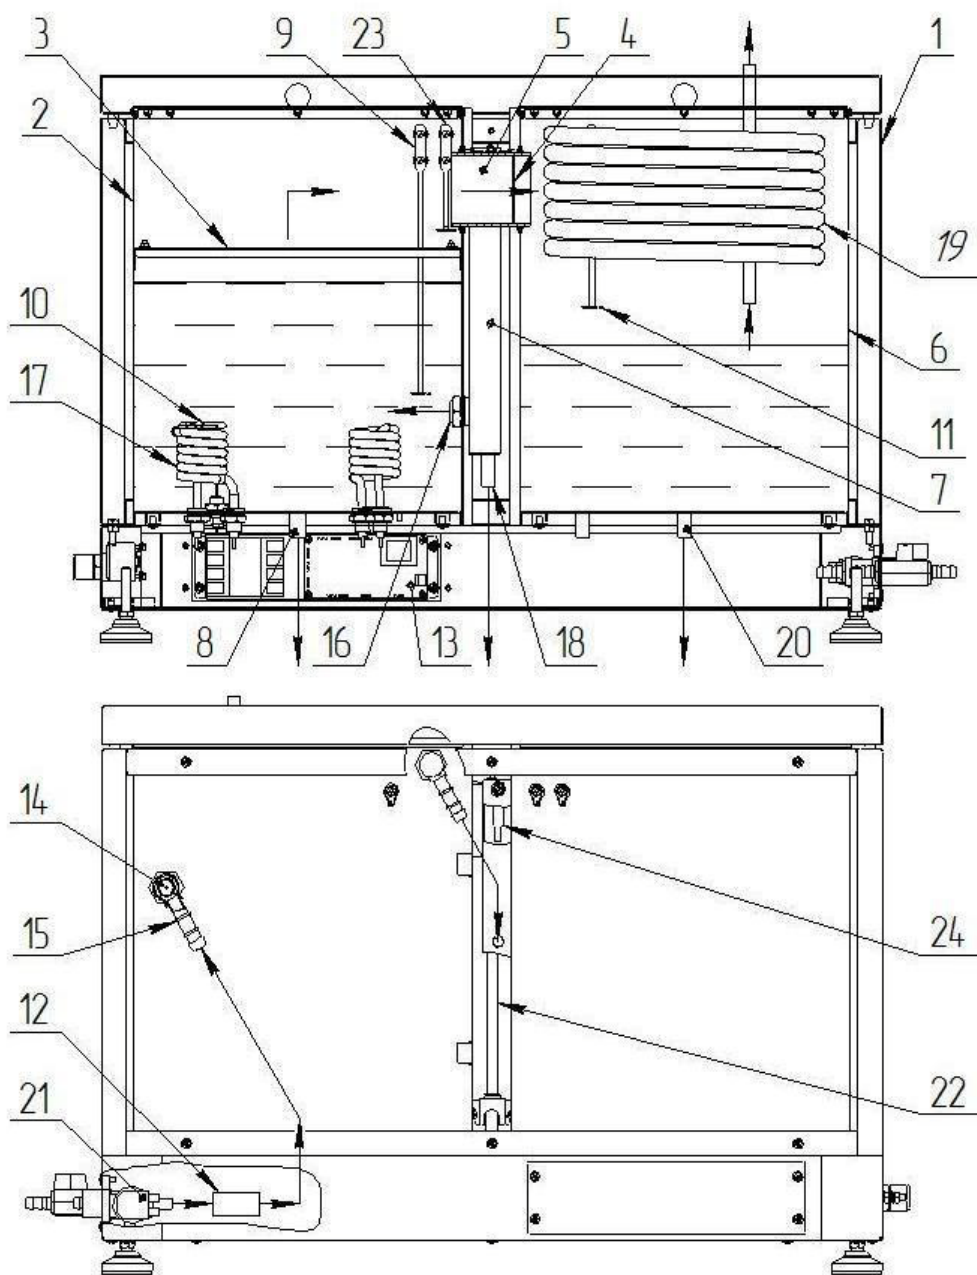
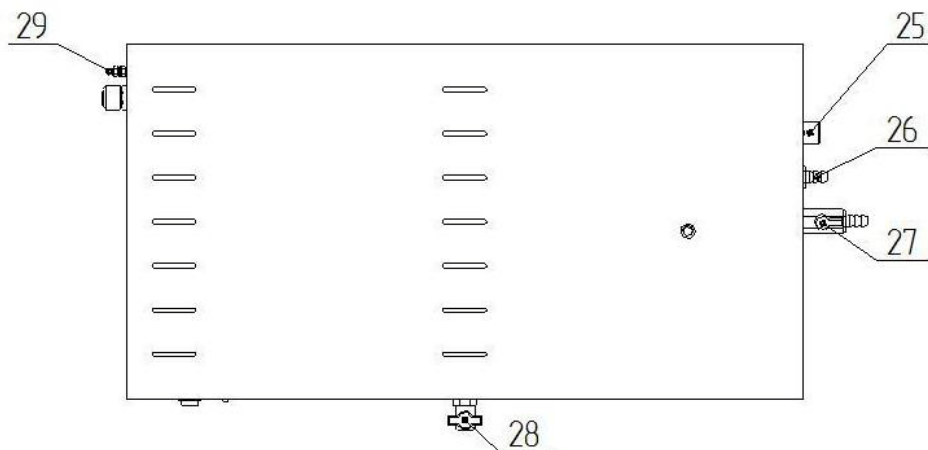

Рисунок 1. Устройство аквадистилляторов электрических Liston A 1104, Liston A 1110, Liston A 1125, где:
Рисунок 2. Схема подключения к штуцерам и клемме заземления аквадистилляторов электрических Liston A 1104, Liston A 1110, Liston A 1125, где:
4.2.1.1. При включении аквадистиллятора с помощью переключателя «СЕТЬ» (переключатель подсвечивается при включении), происходит срабатывание клапана 21 подачи исходной воды (Рисунок 1). Как только уровень воды в испарителе достигнет нижнего датчика 9, автоматика включает нагревательные элементы 17.
4.2.1.6. Дистиллированную воду можно получать в непрерывном режиме, не используя Сборник 6, отбирая дистиллят через Сливной кран 28 (Рисунок 2) на передней панели в другие емкости.
4.2.2.3. При достижении уровня воды в Испарителе 2 (Рисунок 1) Нижнего датчика 9 (контакт LOW на Рисунке 3, Рисунке 4), срабатывает магнитный пускатель КМ 1.1 и подключает напряжение к электронагревателям EK.
4.2.2.6. При наполнении сборника дистиллята до Датчика уровня 11 (Рисунок 1) (контакт HIGH на Рисунке 3, Рисунке 4), автоматика отключит нагрев воды и перекроет Входной клапан подачи воды Y1. Зелёный индикатор РЕЖИМ (HL 1) погаснет. При сливе дистиллята из накопителя автоматика откроет входной клапан Y1 и включит нагрев воды, при этом загорится индикатор РЕЖИМ (светодиод HL 1).
4.2.2.7. При переливе воды в Испарителе 2 (Рисунок 1) или Уравнителе 7, уровень воды достигнет верхнего датчика контроля уровня в Испарителе 23 или датчика контроля уровня в Уравнителе 24 (контакт ALARM на Рисунке 3, Рисунке 4), автоматика отключит нагреватель и входной клапан, при этом загорится красный индикатор АВАРИЯ (HL2). Для продолжения работы необходимо выключить сетевой выключатель S1 (Сеть), устранить причину перелива и включить S1 (Сеть).
6.6. Рекомендуется установка в систему водопровода самоочищающегося фильтра с манометром (с толщиной фильтрования 100 мкм) для исключения засорения Диафрагмы 14 (Рисунок 1) и Клапана 25 (Рисунок 2).
6.12. Присоединить штуцер ДУ8 (для аквадистиллятора Liston A 1104) с наружной резьбой 1/2", либо ДУ12 (для аквадистилляторов Liston A 1110 и Liston A 1125) с наружной резьбой 1/2" через уплотнительную ленту к Крану 28 (рисунок 2). Подсоединить силиконовую трубку к штуцеру и закрепить пластиковой стяжкой.
6.13. Присоединить штуцер ДУ8 (для аквадистиллятора Liston A 1104) с наружной резьбой 1/2", либо ДУ12 (для аквадистилляторов Liston A 1110 и Liston A 1125) с наружной резьбой 1/2" через уплотнительную ленту к Крану 27 (рисунок 2)
Подключить шланги слива, один к Штуцеру 26- сливу охлаждающей воды (Рисунок 2), второй к Крану-штуцеру 27 - сливу отработанной воды из испарителя. Соединения шлангов со штуцерами стянуть хомутами, входящими в комплект поставки.
(ВАЖНО: Шланг слива охлаждающей воды из Штуцера 26 (Рисунок 2) должен располагаться под уклоном и на нем не должно быть изгибов и колен. При необходимости укоротить длину шланга. Перепад высот между штуцером 26 и местом подключения шланга к канализации должен быть не менее 0,3 м. Шланг не должен упираться во внутреннюю стенку канализационной трубы.
В противном случае, уровень воды в Испарителе 2 (Рисунок 1) и Уравнителе 7 начнет повышаться и достигнет верхнего датчика контроля Уровня 23 или Датчика контроля уровня 24, автоматика отключит дистиллятор, при этом загорится красный индикатор АВАРИЯ.)
6.15. Подключить наливной шланг к Штуцеру 25 (Рисунок 2)
6.17. Проверить, что нижний Датчик контроля уровня 9 (Рисунок 1) не касается стенок Испарителя 2 и Рассекателя потока пара 3. В противном случае электронагреватели начнут работать в отсутствие достаточного уровня воды. При этом произойдет аварийное выключение дистиллятора из-за повышения температуры электронагревателей выше 150°C.
6.18. Проверить, что Датчик уровня дистиллята 11 (Рисунок 1) не касается стенок Конденсатора 6 и Теплообменника 19. В противном случае автоматика будет считать, что сборник наполнен дистиллятом, отключит нагрев воды и перекроет входной клапан подачи воды.
6.19. Проверить, что Датчики 23 (Рисунок 1) и 24 не касаются стенок Испарителя 2 и Уравнителя 7. В противном случае, автоматика будет считать, что произошел перелив воды - выключит дистиллятор, при этом загорится красный индикатор АВАРИЯ.
7.3. Закрывать кран слива воды из Испарителя поз. 27 (Рисунок 2).
7.5. Проверить, что нижний Датчик контроля уровня 9 (Рисунок 1) не касается стенок Испарителя 2 и Рассекателя потока пара 3. В противном случае электронагреватели начнут работать в отсутствие достаточного уровня воды. При этом произойдет аварийное выключение дистиллятора из-за повышения температуры электронагревателей выше 150°C.
7.6. Проверить, что Датчик уровня дистиллята 11 (Рисунок 1) не касается стенок Конденсатора 6 и Теплообменника 19. В противном случае автоматика будет считать, что сборник наполнен дистиллятом, отключит нагрев воды и перекроет входной клапан подачи воды.
7.7. Проверить, что Датчики 23 (Рисунок 1) и 24 не касаются стенок Испарителя 2 и Уравнителя 7. В противном случае, автоматика будет считать, что произошел перелив воды - выключит дистиллятор, при этом загорится красный индикатор АВАРИЯ.
7.15. Через 30 минут после выключения, слить воду из камеры испарения, открыв для этого Сливной кран 27 (Рисунок 2).